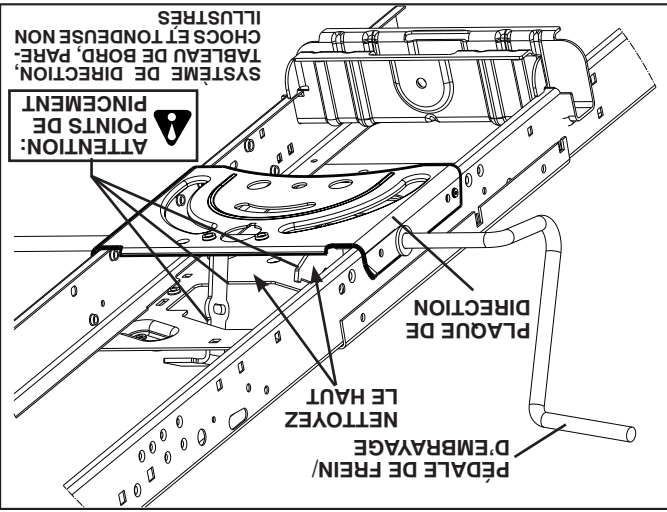

Fig. 22
**ATTENTION :** Évitez les points de pincement et les pièces mobiles. (Voir la Fig. 22)